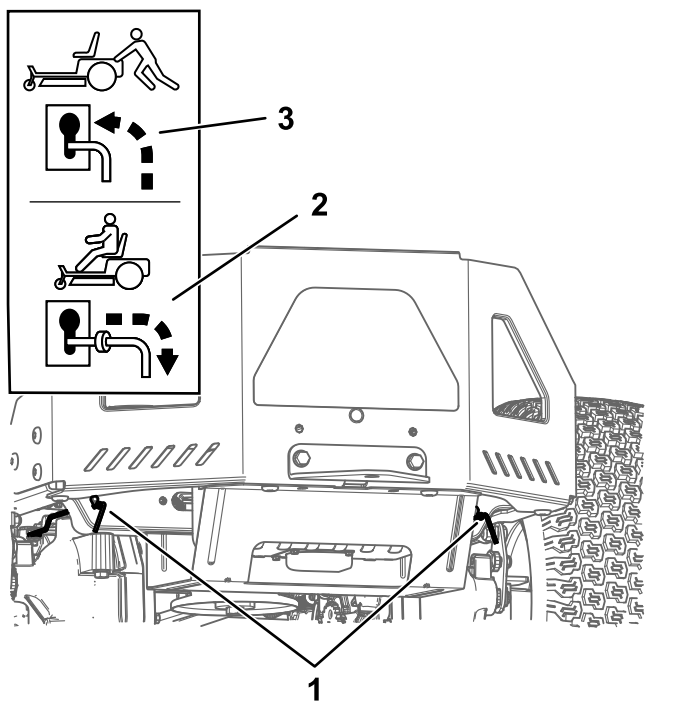

Figura 30
4. Deplasai ambele manete de bypass spre față i în jos prin orificiu pentru a le bloca (Figura 30).